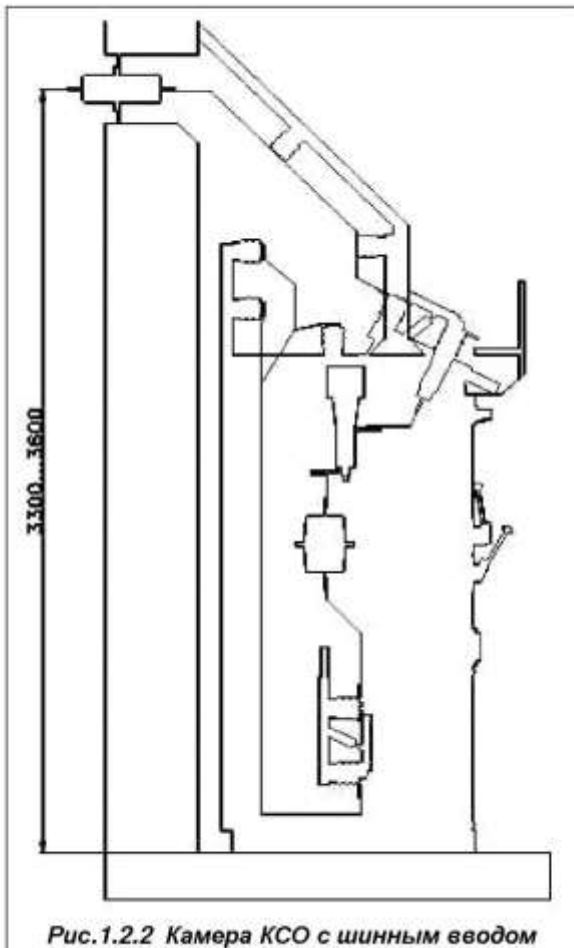

Рис.1.2.2 Камера КСО с шинным вводом
- с шинным (воздушным) вводом (рис.1.2.2) - для организации подключения воздушных линий, а также шинных переходов - межсекционных или в соседнее помещение распределительного устройства;